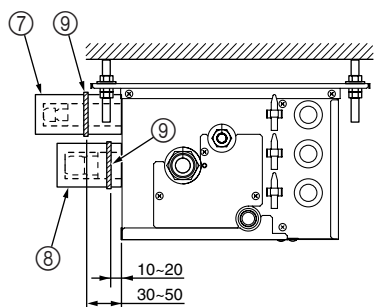

Fig. 7-4
► Выполните следующие процедуры, относящиеся к деталям ответвительной коробки, которые не подключены к внутреннему прибору. (Fig. 7-4)
(1) Для предотвращения утечек хладагента, убедитесь в том, что конусные гайки затянуты в соответствии со значениями крутящего момента*, указанными в Таблице 3.
(2) Для предотвращения конденсации установите крышки труб Ⓞ Ⓞ и затяните их входящими в комплект поставки зажимами Ⓞ.